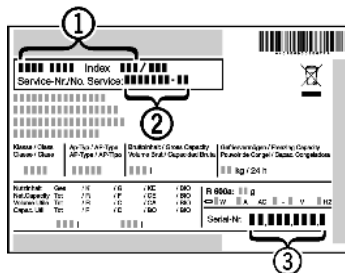

Fig. 3
- ▶ Relever la désignation de l'appareil *Fig. 3 (1)*, le n° de service *Fig. 3 (2)* et le n° de série *Fig. 3 (3)* sur la plaquette signalétique. Cette plaquette se trouve sur la paroi intérieure gauche de l'appareil.
- ▶ Informer le S.A.V. et lui communiquer la panne, la désignation de l'appareil *Fig. 3 (1)*, le n° de service *Fig. 3 (2)* et le n° de série *Fig. 3 (3)*.